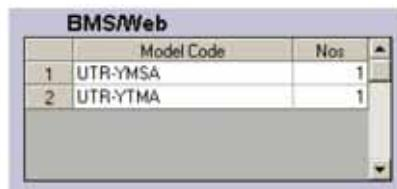

Рис. 6.5.1
1 При нажатии на кнопку "Web" (1) ПДУ для выбранной системы 8 будут отображены в окне 10, см. рис. 6.5.1.